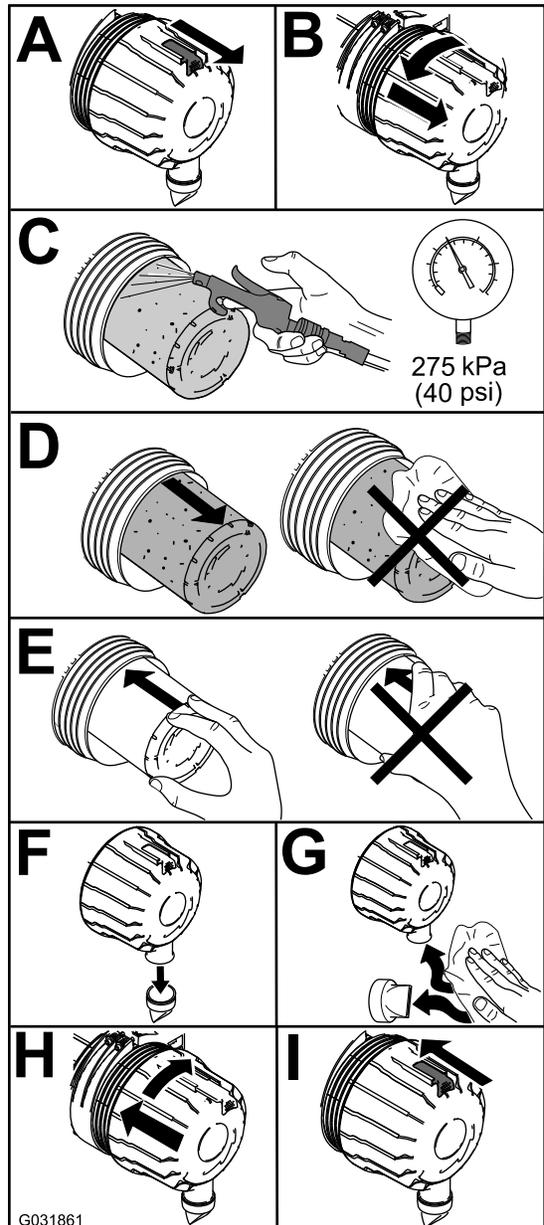

Рисунок 82
1. Замените воздухоочиститель (Рисунок 82).